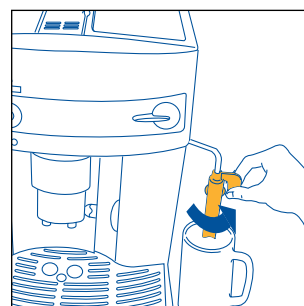
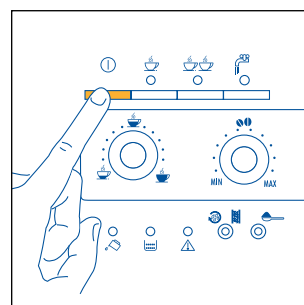
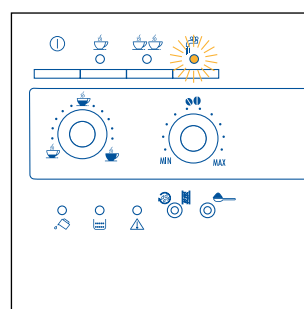

Fig. 3
Fig. 4
Fig.22
2. Vrid cappuccinoröret utåt och ställ en kopp under det (fig. 3). Sätt på maskinen genom att trycka på knappen  (fig. 4).
- Vrid cappuccinoröret utåt (fig. 3).
- Placera en behållare under cappuccinoröret (fig. 3).
- Placera en tom behållare under cappuccinöröret (fig. 3). Vrid ångreglaget ett halvt varv motsols (kontrolllampan  börjar blinka, fig. 22). Mata ut vatten blandat med ånga i några sekunder tills bara ånga kommer ut.